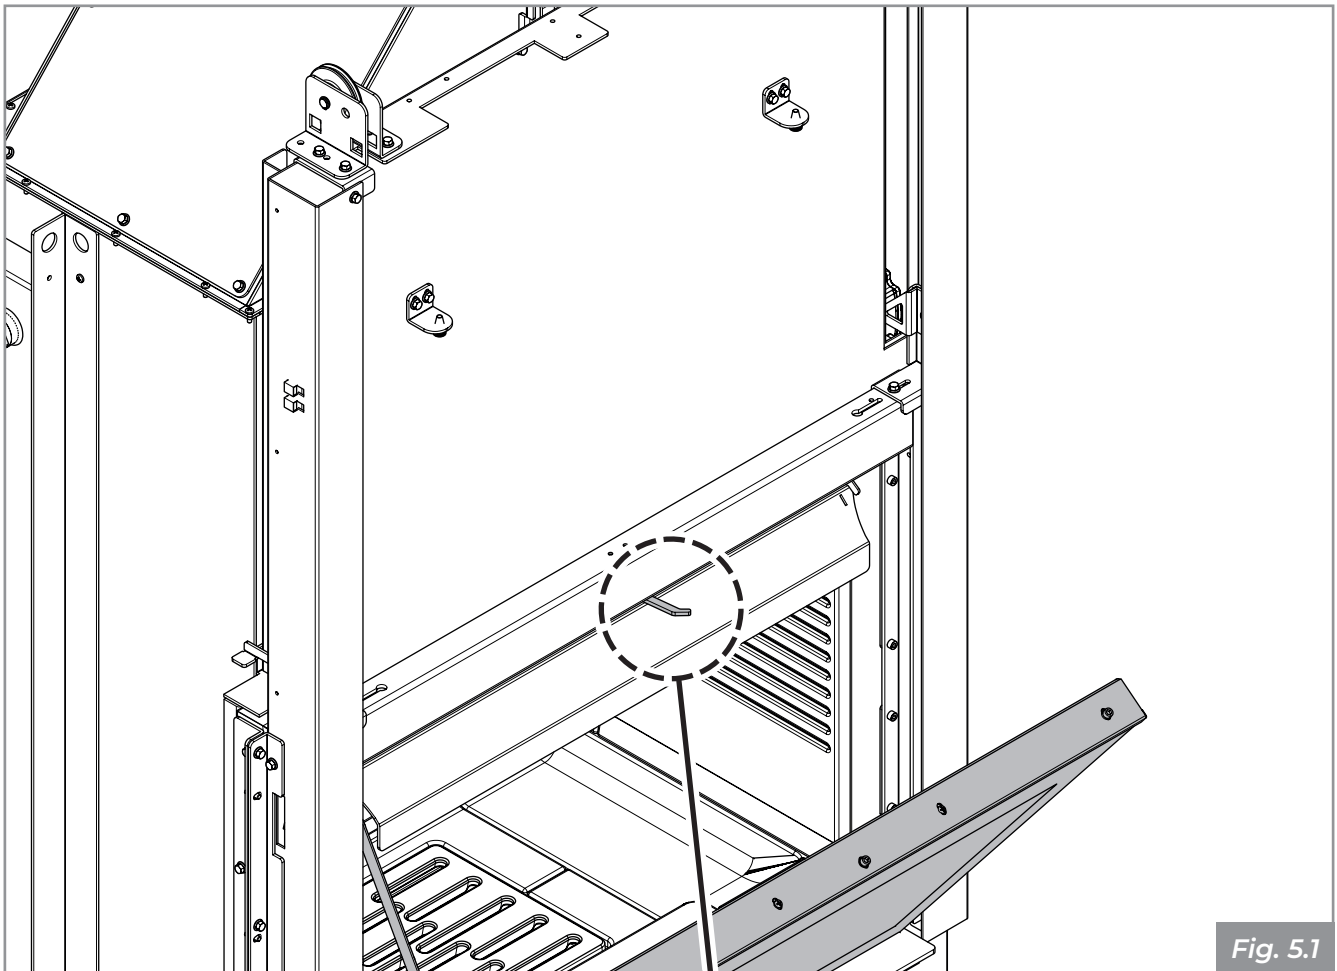

Fig. 5.1
1. Aprire la porta a Vasistas tirando verso l'esterno la o le maniglie per sganciare il perno di chiusura posto sul lato superiore del vetro; una volta sganciato il blocco aprire la portina accompagnandola verso il basso con la mano per evitare urti (**Fig. 5.1**).
La pulizia del vetro si effettua con un panno umido o con della carta inumidita e passata nella cenere. Per effettuare la pulizia del vetro è necessario aprire la porta a Vasistas tirando verso l'esterno la o le maniglie per sganciare il perno di chiusura posto sul lato superiore del vetro; una volta sganciato il blocco aprire la portina accompagnandola verso il basso con la mano per evitare urti (**Fig. 5.1**).